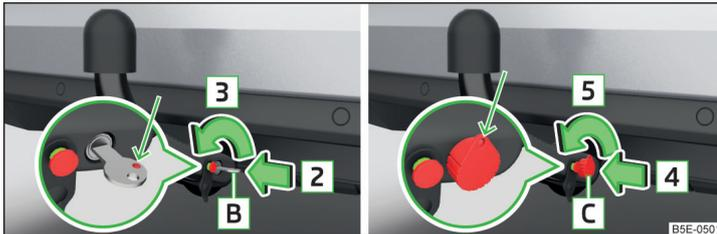

Abb. 169 Schloss entriegeln: Schlüsselvariante 1 / Schlüsselvariante 2
- Den Schlüssel **B** ins Schloss in Pfeilrichtung **2** » Abb. 169 einstecken.
- Den Schlüssel **C** ins Schloss in Pfeilrichtung **4** » Abb. 169 einstecken.